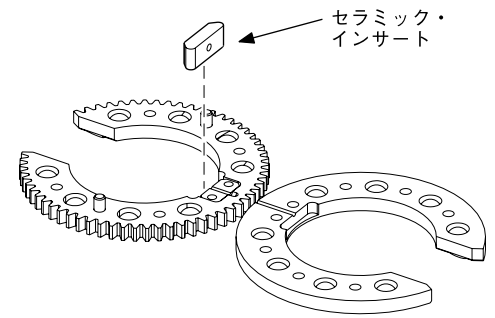

図 37：セラミック・インサートを取り外す
7. セラミック・インサートを取り外します。図 37 をご参照ください。